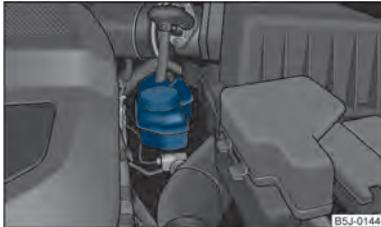

Abb. 131 Motorraum: Bremsflüssigkeitsbehälter
- Prüfen Sie den Bremsflüssigkeitsstand am Behälter ⇒ Abb. 131. Der Stand muss zwischen den Markierungen „MIN“ und „MAX“ liegen.